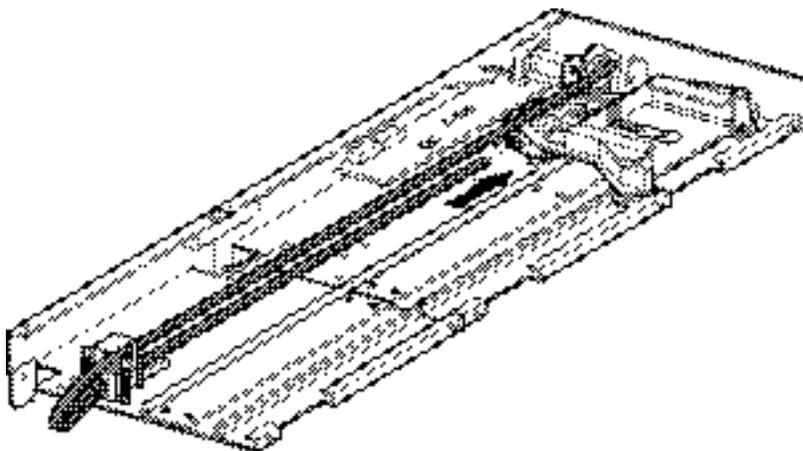

Figura 2-18. Installazione della cinghia dentata
3. Inserire la cinghia dentata attraverso la parte superiore della rampa tendicinghia e della puleggia folle, quindi attraverso la puleggia motrice. Assicurarsi che la cinghia si innesti su entrambe le pulegge (vedere la figura Figura 2-17 e la Figura 2-18).